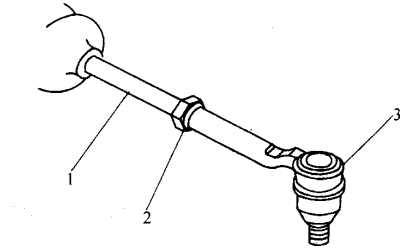

图 5.1-8 前轮前束的调整
- (1) 拆卸转向横拉杆上的小密封夹。
- (2) 将转向盘调整到正前位置。
- (3) 如图 5.1-8 所示，松开拉杆上的六角螺母，旋转转向横拉杆轴以得到合适的前束角。